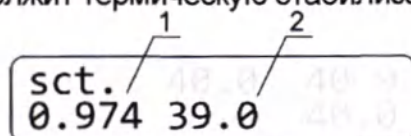

Рисунок 4. Изменение коэффициента: 1. Коэффициент калибровки; 2. Температура с текущим коэффициентом
- 6.4.5. Держите клавишу **TIMER RUN/STOP** нажатой более 8 с, чтобы активировать режим калибровки. Дисплей покажет параметры, изображенные на рис. 4.
- 6.4.6. С помощью кнопок **▲** и **▼ T (°C)** измените коэффициент калибровки (рис. 4/1) так, чтобы новое значение температуры (рис. 4/2) соответствовало показанию независимого сенсора. В нашем примере, коэффициент равен 0.974.